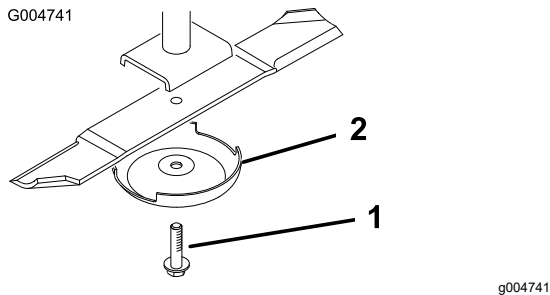

Figura 98
3. Retire del eje de la cuchilla el perno de la cuchilla, el protector de césped y la cuchilla (Figura 98).